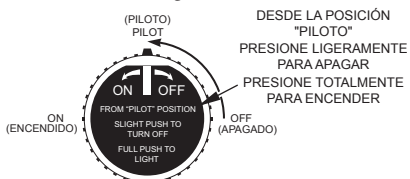

Figura 4 - Posición PILOT (Piloto)
4. Gire la perilla de la válvula de control 1/4 de vuelta hacia la izquierda, a la posición PILOT (Piloto) (consulte la figura 4).